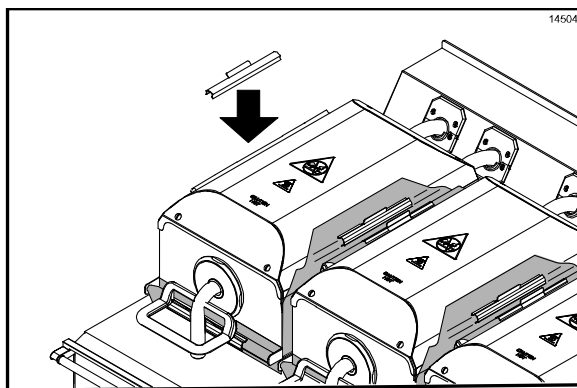

Figura 11
4. Gire cuidadosamente as bordas laterais da folha antiaderente sobre os trilhos da tampa e prenda a folha com os cliques de fixação. (Veja a Figura 11.)